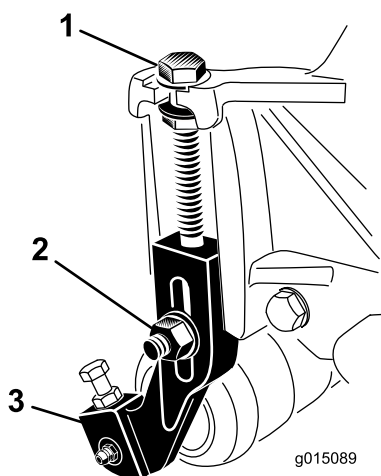

Figure 14
1. Desserrez les contre-écrous qui fixent les supports de hauteur de coupe aux plaques latérales de l'unité de coupe (Figure 14).